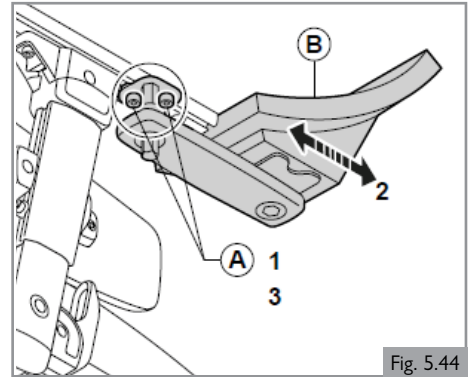

Fig. 5.44
1. Afloje (A) una vuelta.
2. Ajuste (B) en la posición deseada.
3. Apriete (A). Consulte la sección 9 para obtener información sobre la torsión de ajuste específica.
5.11 Preajuste del controlador fijo o abatible**Profundidad del soporte del controlador (Fig. 5.44)**